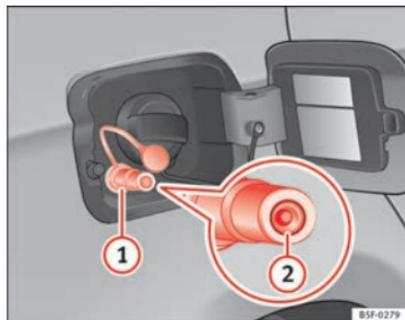

Fig. 152 Trappe à carburant ouverte : goulot de remplissage de gaz ①, serrure du goulot de remplissage ②.
- Retirez le volet du goulot de remplissage de gaz ⇒ fig. 152 ①.